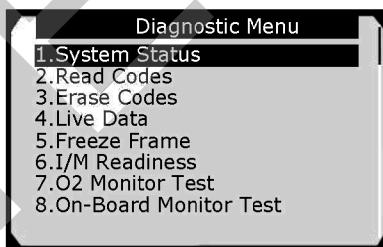

Рисунок 5-3
7) Ознакомьтесь со сводной информацией о состоянии системы (состояние индикатора MIL, количество диагностических кодов неисправностей, статус монитора), отображаемой на экране дисплея сканера. См. рисунок 5-1. Нажмите кнопку **ESC**, чтобы перейти к **меню диагностики** (см. рисунок 5-3).
1) С помощью кнопки прокрутки вверх/вниз выберите пункт **Read Codes [Считывание кодов]** в меню диагностики, а затем нажмите кнопку **OK**. См. рисунок 5-3.
1) С помощью **кнопок прокрутки вверх/вниз** выберите пункт **Erase Codes [Стереть коды]** в меню диагностики, а затем нажмите **кнопку OK**. См. рисунок 5-3.
- 1) Для просмотра оперативных данных используйте **кнопки прокрутки вверх/вниз**, чтобы выбрать пункт **Live data [Оперативные данные]** в меню **диагностики**, а затем нажмите **кнопку OK**. См. рисунок 5-3.
1) Для просмотра данных стоп-кадров используйте кнопки прокрутки **вверх/вниз**, чтобы выбрать пункт **Freeze Frame** [Стоп-кадр] в меню диагностики, а затем нажмите кнопку **OK**. См. рисунок 5-3.